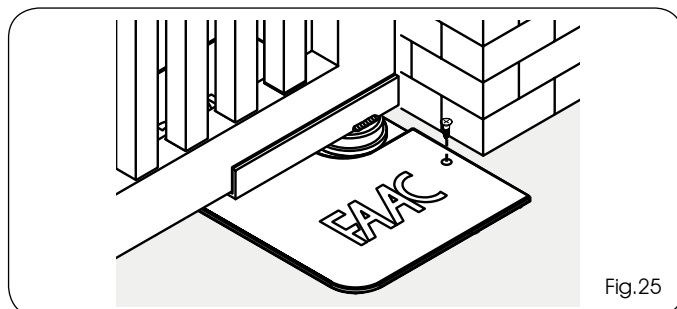

Fig.25
4) DESTORNILLE el tornillo (Fig.25 ref.B) de final de carrera en cierre (Fig.25 ref. ①), hasta que la hoja dé señales de movimiento.